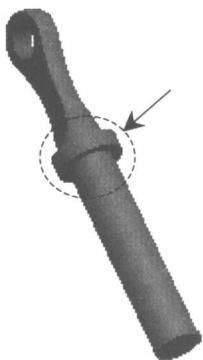
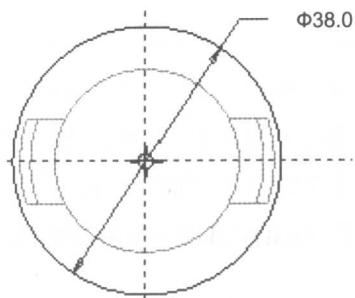

图 1.1.12
图 1.1.13
Step8. 创建如图 1.1.12 所示的实体拉伸特征，相关操作如下。
(1) 选择 $\text{插入}(\text{I}) \rightarrow \text{拉伸}(\text{E})\dots$ 命令。
(2) 在出现的操控板中选取拉伸类型：单击“实体”类型图标 \square 。
(3) 定义草绘截面放置属性。
① 单击操控板中的“草绘”图标 \checkmark 。
② 设置草绘平面：选择 DTM1 基准面作为草绘平面。
③ 设置草绘视图方向：采用模型中默认的黄色箭头的方向为草绘视图方向。
④ 指定草绘平面的参照：选取 TOP 基准面作为草绘平面的参照。
⑤ 指定草绘平面参照的方位：选取“顶”作为草绘平面参照的方位。
⑥ 完成草绘截面放置属性：单击草绘截面放置属性定义窗口中的 草绘 按钮。
(4) 创建特征截面：绘制如图 1.1.13 所示的特征截面，完成后单击图标 \checkmark 。
(5) 选取深度类型及其深度：在操控板中，选取深度类型 \pm ，再在深度文本框中键入